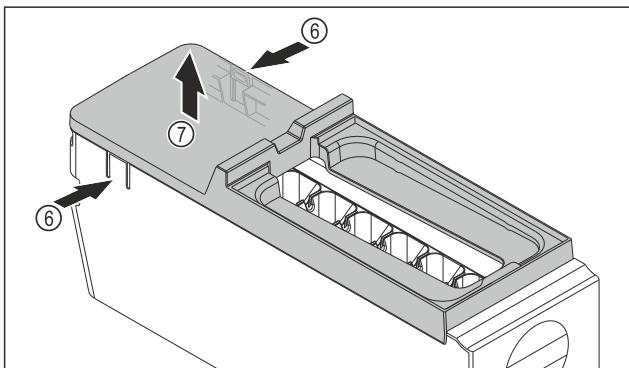

Fig. 131
- ▶ Abdeckung des EasyTwist-Ice-Körpers entnehmen: Laschen Fig. 131 (6) an den beiden Seiten des EasyTwist-Ice-Körpers mit einer Hand drücken.
- ▶ Abdeckung Fig. 131 (7) mit der anderen Hand nach oben entnehmen.